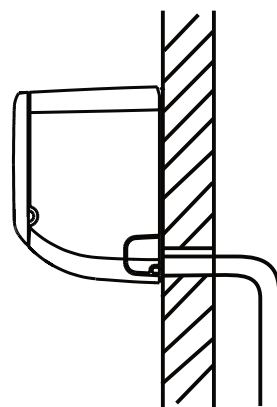

Fig. 7.3a
2. Usando el ejemplo de la Fig. 7.3a como guía, asegúrese de que su tubería de desagüe esté instalada de manera similar. Los otros ejemplos en la Fig. 7.3 representan cosas que debe evitar al instalar su tubería de desagüe.
Asegúrese de colocar el tubo de desagüe correctamente según la Fig. 7.3a.